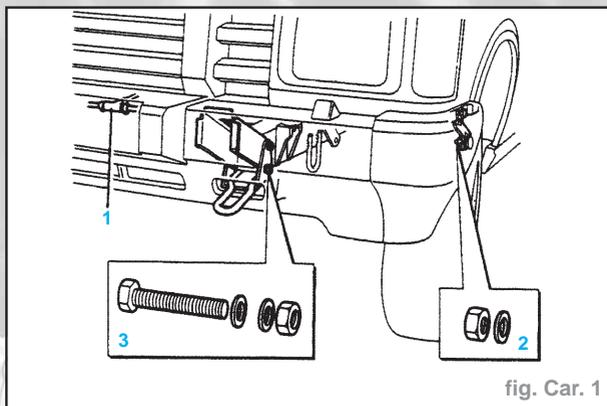

fig. Car. 1
- Si le véhicule en est équipé, déconnecter le flexible de lave-phares au niveau du raccord en T (1) sur le pare-chocs avant et l'obstruer afin d'éviter toute perte de fluide (Fig. Car. 1).